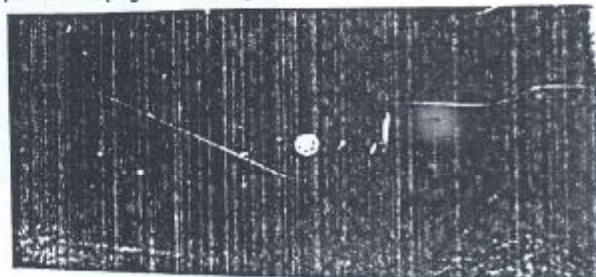

Figura 9.55.1 - Porca de fixação do eixo
3. Remover as porcas de fixação dos eixos do limpador do pára-brisa (Figura 9.55.1).